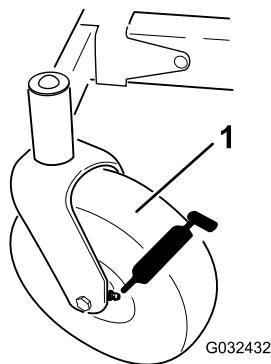
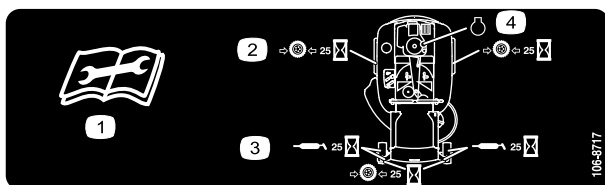

Figure 31
Figure 32
3. Nettoyez les graisseurs (Figure 31 et Figure 32) à l'aide d'un chiffon.
4. Raccordez une pompe à graisse à chaque graisseur (Figure 31 et Figure 32).